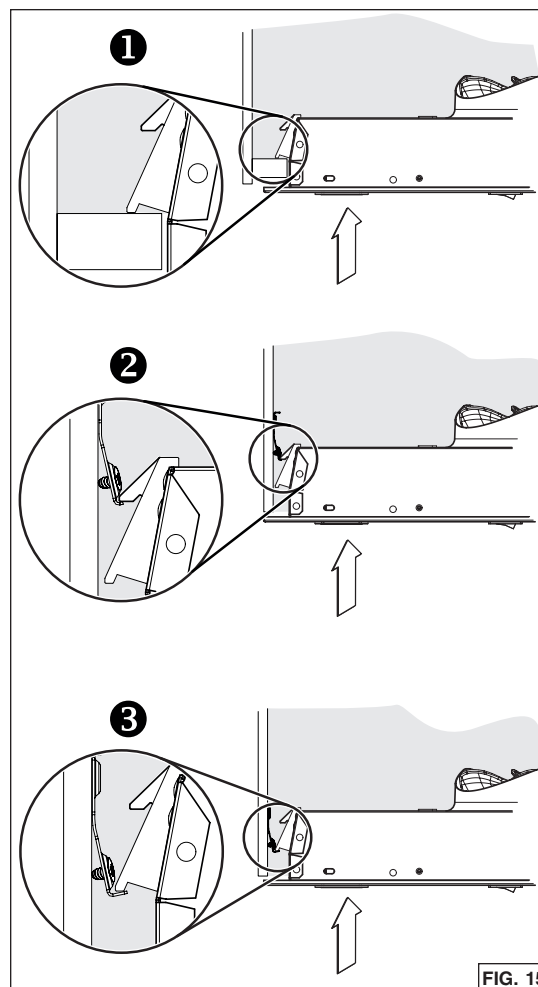

FIG. 15
2. Insérer l'appareil dans l'armoire, jusqu'à ressentir un « clic » provenant des deux côtés de l'appareil, confirmant que les crochets *Ease of Install* s'appuient sur le dessus des côtés de la base de l'armoire ❶, ou sur les supports fixes ❷ ou ❸ (FIG. 15). Bouger l'appareil de gauche à droite, d'avant à l'arrière et le lever pour vérifier que les crochets *Ease of Install* retiennent l'appareil à l'intérieur de l'armoire.